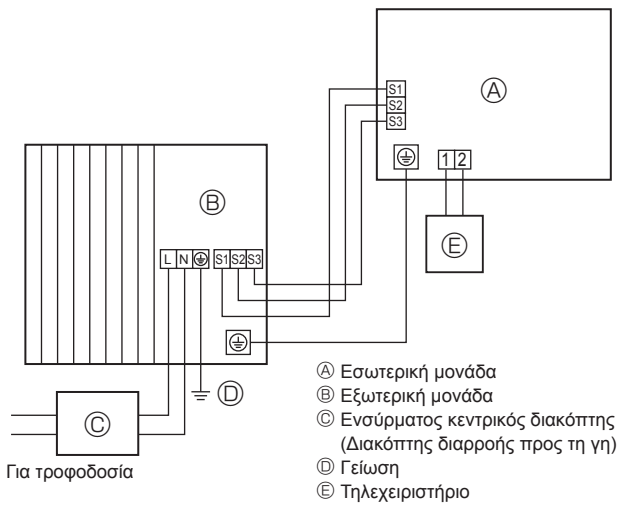
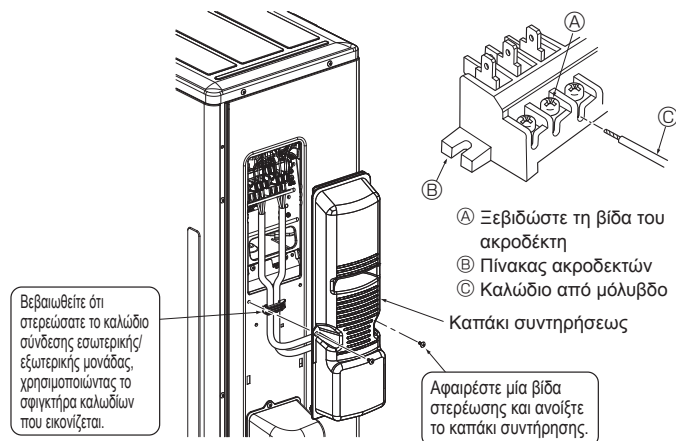
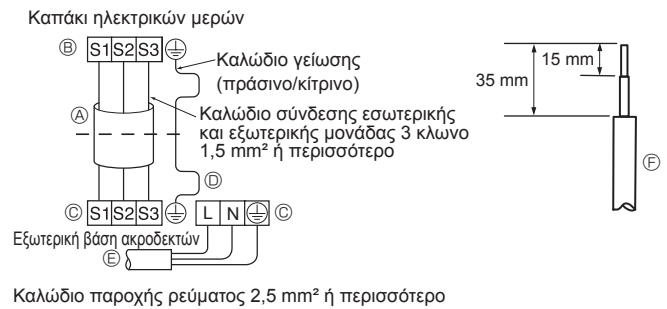

Fig. 6-1
Fig. 6-3
Fig. 6-2
6.1. Εξωτερική μονάδα (Fig. 6-1, Fig. 6-2, Fig. 6-3)
- ① Βγάλετε το καπάκι συντήρησης.
- ② Συνδέστε τα καλώδια σύμφωνα με τις Fig. 6-1, Fig. 6-2 και την Fig. 6-3.
- Εκτελέστε την καλωδίωση, όπως φαίνεται στο διάγραμμα κάτω αριστερά. (Προμηθευτείτε το καλώδιο επί τόπου) (Fig. 6-2)